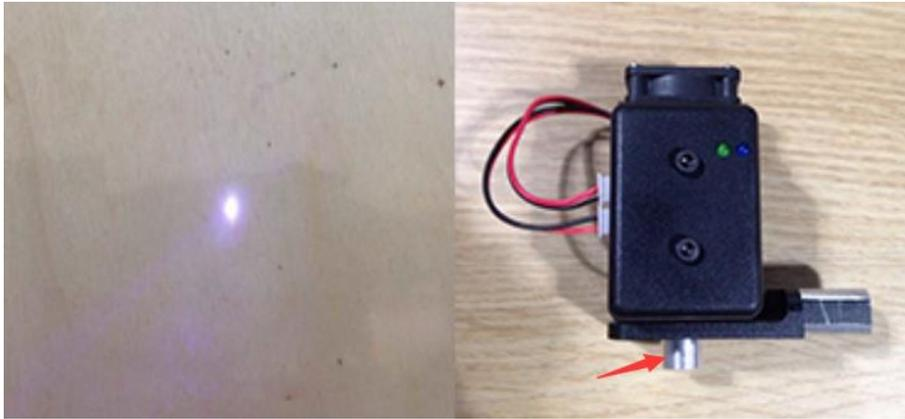

图 5.67 调整激光焦距
- 如果激光始终无法聚焦，可能是激光头的焦距过长，可以旋转激光头底部的金属旋钮进行聚焦（如图 5.67右图所示的旋钮）。